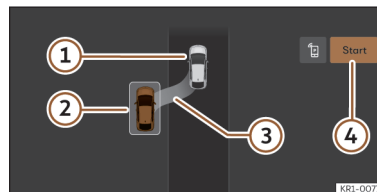
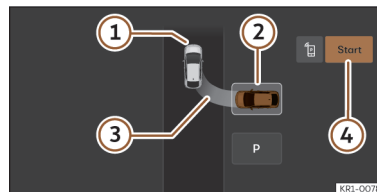

Fig. 157 No ecrã do sistema infotainment: posição para estacionar em linha.
Fig. 158 No ecrã do sistema infotainment: posição para estacionar em espinha.
>>> **Fig. 157**, >>> **Fig. 158**
- Observe na visualização do ecrã do sistema infotainment se se detetou o lugar como «apropriado» e se atingiu a posição correta para estacionar >>> **Fig. 157**, >>> **Fig. 158**. Pare o veículo, siga as instruções apresentadas no infotainment.